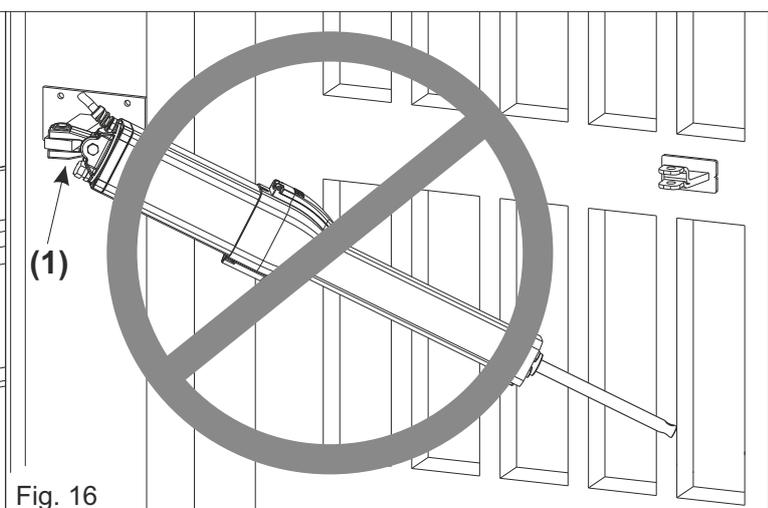

Fig. 16
**⚠** *ne pas incliner l'opérateur* au-delà de l'angle permis par la fourche oscillante (1), sous peine de la possible rupture de cette dernière (Fig. 16)